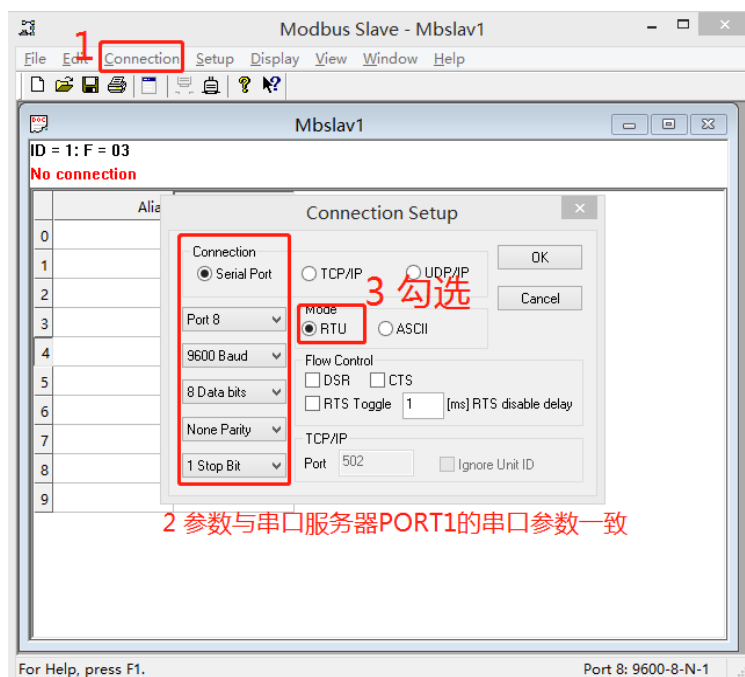
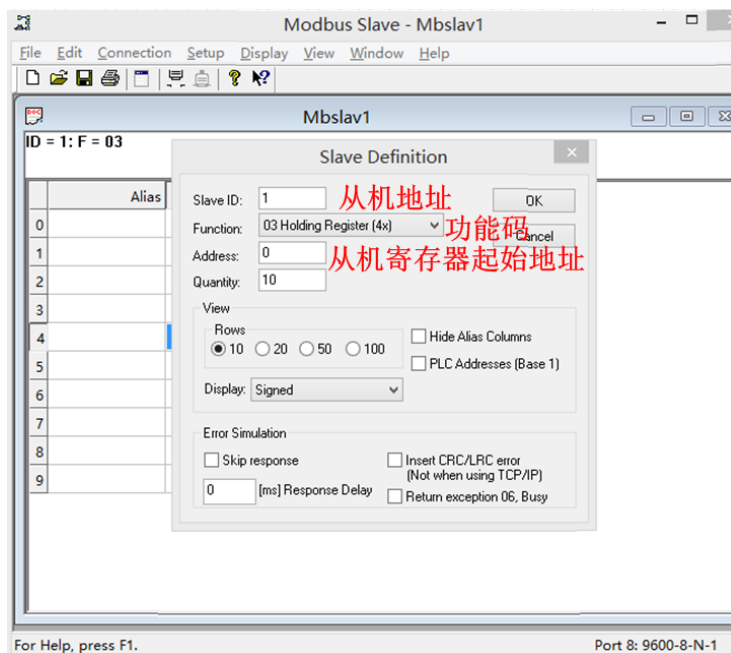

图 12.21 ModBus Slave 软件设置 1
图 12.22 ModBus Slave 软件设置 2
9. 打开 ModBus Slave 软件，并按图 12.21、图 12.22 所示设置。